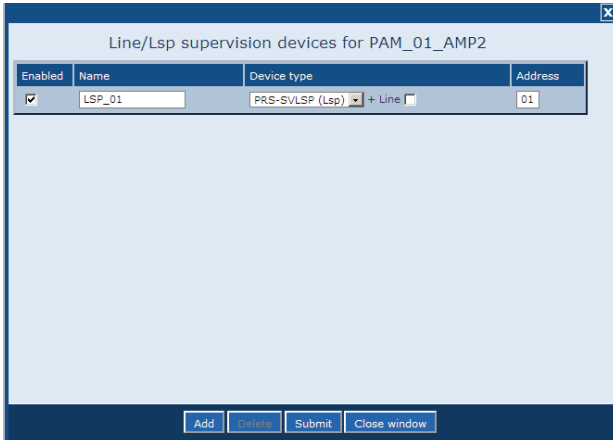

figura 44.18: Agregar dispositivo de supervisión, paso 4
- 4 Haga clic en el botón *OK* para agregar el dispositivo de supervisión a la salida de audio del amplificador de potencia. Se mostrará una pantalla similar a la indicada en figura 44.18.